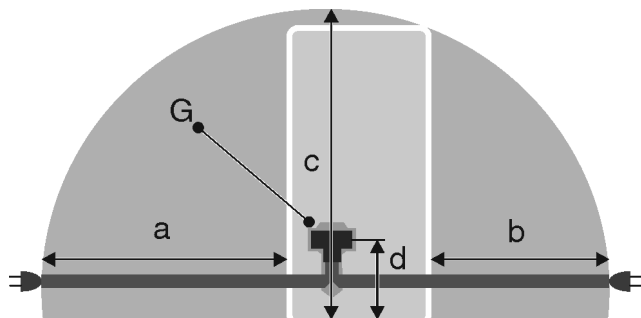

Fig. 55 Koel-vriescombinaties / vriesapparaten / BioFresh-apparaten zonder vriesvak\*
- De contactdoos bevindt zich niet achter de apparaat, maar in de zones a of b Fig. 55 (a, b, c).
- ▶ Apparaatstekker Fig. 55 (G) aan de achterzijde van het apparaat aanbrengen. Let op het correct vastklikken.